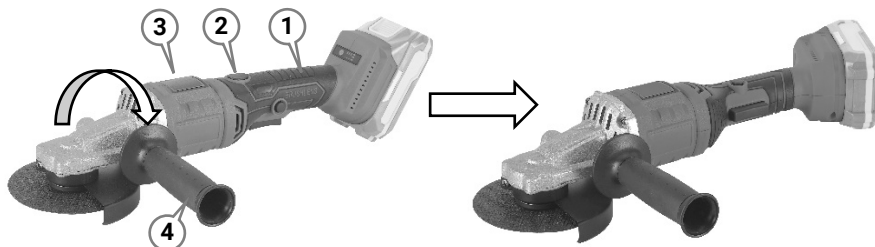

Рисунок 5. Зміна положення осі обертання шпинделя відносно основного руків'я.
Щоб забезпечити зручність виконання робіт у різних умовах, наприклад, в умовах обмеженого простору, конструкція виробу дозволяє налаштувати кут розташування осі обертання шпинделя відносно основного руків'я (рис. 5). Для цього:
- 1) натиснути клавішу фіксації повороту руків'я (2, рис. 5), розфіксувавши вузол повороту;
- 2) обертаючи поворотний блок (3, рис. 5) за допоміжне руків'я (4, рис. 5), встановити вісь шпинделя під необхідним кутом відносно основного руків'я;
3) після встановлення поворотного блока в необхідне положення відносно основного руків'я, відпустити клавішу фіксації повороту руків'я (2, рис. 5), зафіксувавши вузол повороту; проконтролювати що поворотний блок надійно зафіксувався в новому положенні.